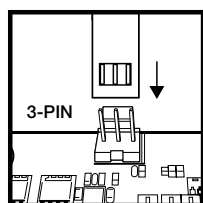

Figura 1
- > Conecte el cable de tacómetro de la bomba en el cabezal CPU_FAN de la placa base (Figura 1).